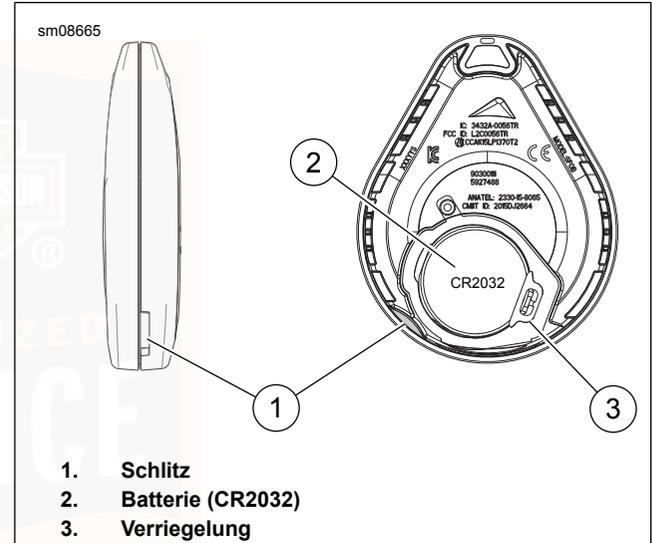

Abbildung 56. Schlüsselanhängerbatterie austauschen
- a. Siehe Abbildung 56. Eine dünne Klinge in den Schlitz (1) zwischen beiden Hälften des Gehäuses schieben.